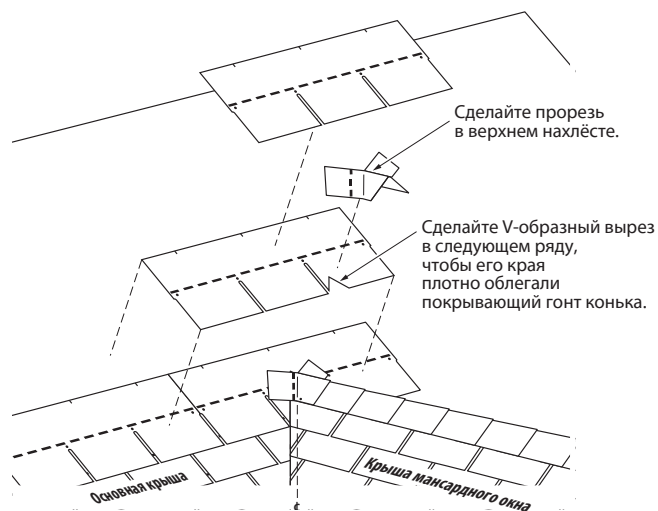

Рис. 9-10. Изображение всей конструкции в «разобранном» виде, иллюстрирующее место сопряжения конька мансардного окна и основной крыши.
9. Прорез в коньковом шаблоне должна быть полностью закрыта гонтом, расположенным над ней в следующем ряду. Если вырезы или стыковые соединения находятся ближе чем на 10 см к прорезу, то перед укладкой целого гонта на разрез следует уложить кусок гонта размером не менее 20 см в ширину и 30 см в высоту (Рис. 9-10).